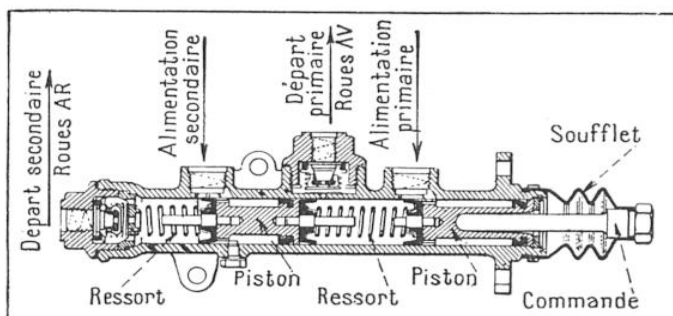
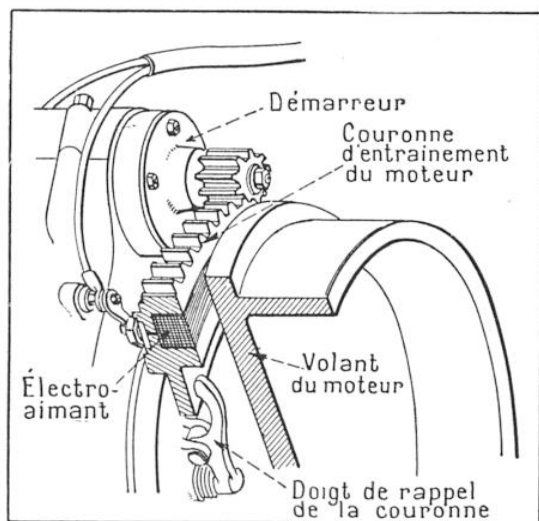

FIG. 4. — MAÎTRE-CYLINDRE D'UN FREIN HYDRAULIQUE
FIG. 5. — DÉMARREUR ÉLECTROMAGNÉTIQUE A DENTURES TOUJOURS EN PRISE
D'autres pièces accessoires reçoivent des améliorations de valeur : les freins hydrauliques (de Lavaud, Lockheed à maître-cylindre tandem) (fig. 4) ; les freins mécaniques (Bendix à mâchoires autocentrées) ; le « frein-moteur », mis au point par Westinghouse (1) ; les garnitures de freins avec trame en fils de plomb, régularisant les portages et évitant les érosions des tambours (Ferodo) ; les directions (Gemmer) plus robustes et d'une meilleure progressivité et un amortisseur de direction (Bendix) ; les démarreurs (surtout pour poids lourds et moteurs Diesel) à engrenages toujours en prise et entraînement électro-magnétique (Paris-Rhône) (fig. 5) ; le graissage centralisé à dosage précis (Monocoup) ; les supports et transmissions antivibratoires (Sté Paulstra), etc.